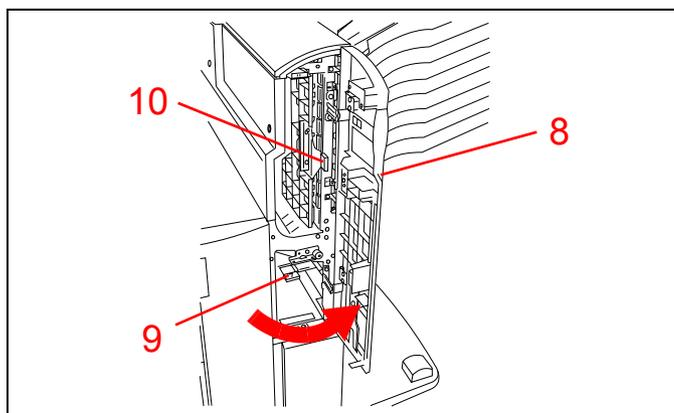

Figura 17
8. Se o encravamento for atrás da porta frontal direita, consulte a Figura 17. Abra a porta direita.